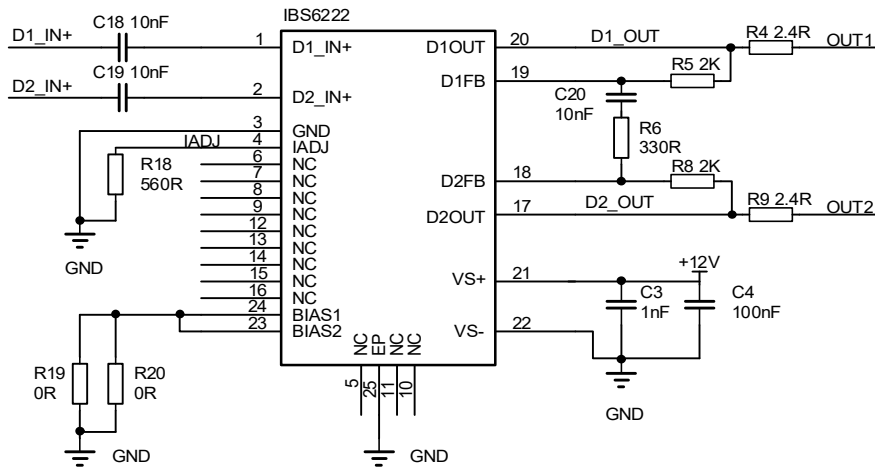

图10.1 IBS6222 QFN24的典型应用电路图
1) 可通过调节偏置模式以及IADJ引脚的下地电阻的阻值来调节静态电流的大小，其中BIAS1=BIAS2=0，RADJ=560Ω时（图10.1中对应R18），为HPLC推荐模式，此时芯片静态电流约为22mA（VCC=12V），并保证良好的通信性能。